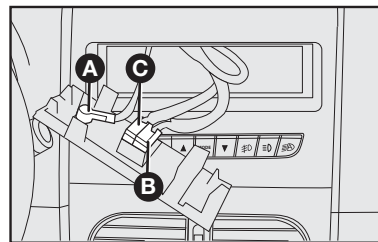

fig. 128
- cabo e plugue de alimentação elétrica para o autorrádio **C-fig. 128**.
- cabo e conector para antena de teto **A-fig. 128**.
- cabos e plugue para conexão dos alto-falantes e tweeters **B-fig. 128**.
- cabo de alimentação do autorrádio **C-fig. 128**.
- cabo para alto-falante dianteiro e traseiro **B-fig. 128**.